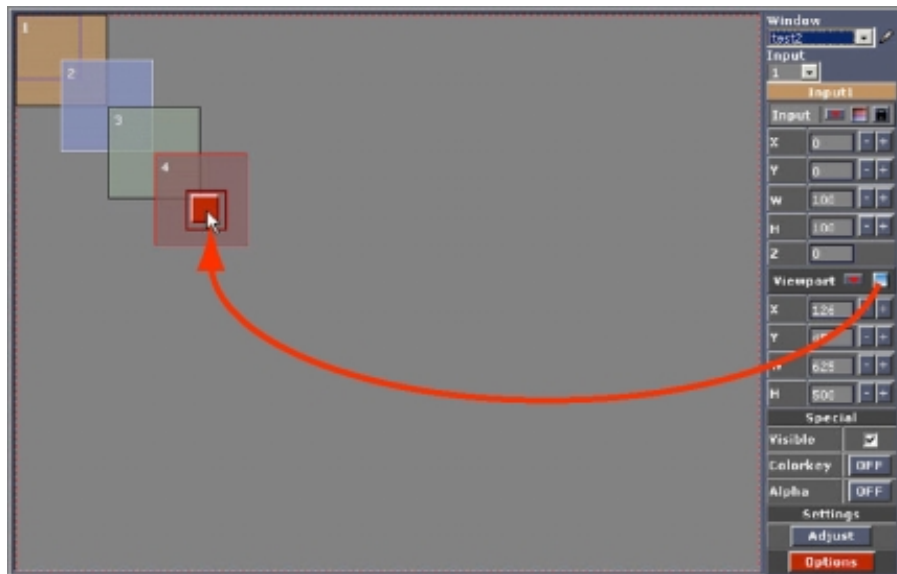

Imagen 6-34
1. Haga clic en el icono de Viewport Control y mantenga presionado el botón del ratón. (imagen 6-34)